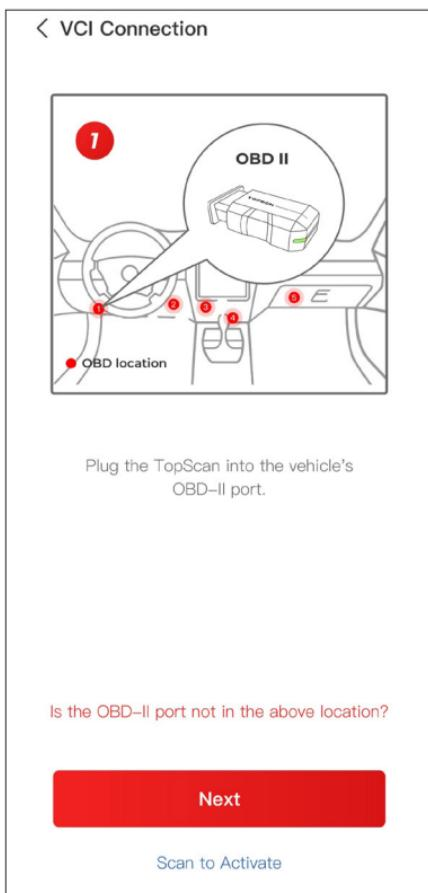

Figure 3-4
② Démarrez le moteur du véhicule comme indiqué sur l'interface guidée. Ensuite, appuyez sur **Suivant** (voir Figure 3-4).